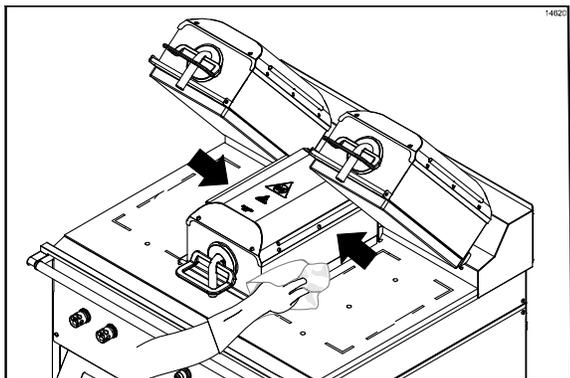

Figura 103
33. Enjuague ambos lados de la placa central. (Vea la figura 103.)